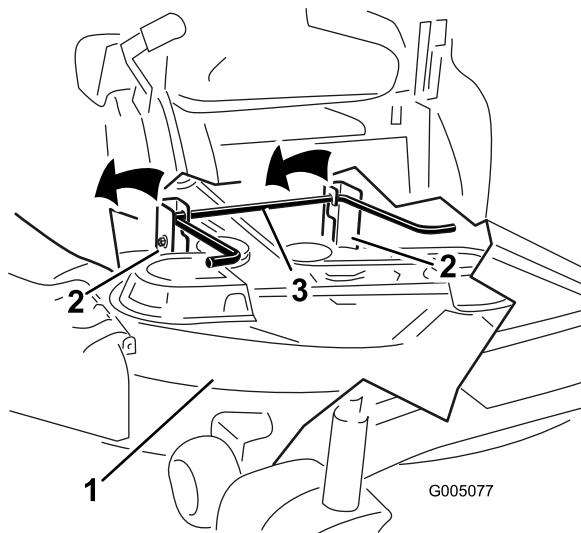

Figura 74
- 7. Alzate il tosaerba e i supporti di sostegno dall'asta di sollevamento posteriore e abbassate con cautela il tosaerba al suolo (Figura 74).